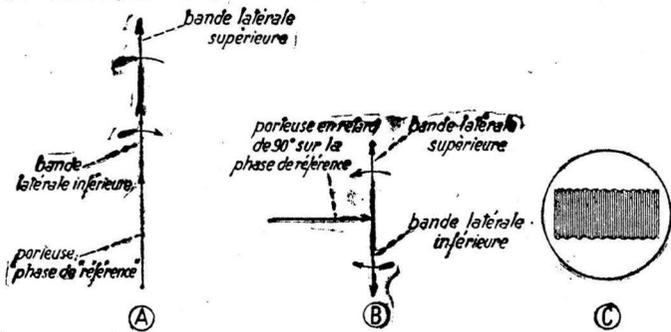

Figure 6
Une courte explication vectorielle nous fera mieux saisir le processus employé ; reportons-nous à la figure 6. Le diagramme vectoriel (A) représente une porteuse modulée en amplitude à 100 % et en crête ; en (B), la phase de la porteuse est en retard de 90° sur la phase de ré-
justage des réglages cités plus haut, une figure tout à fait excellente de la fréquence à transmettre (voir figure 6-C).